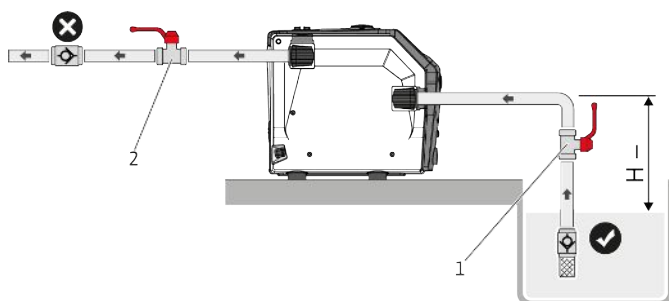
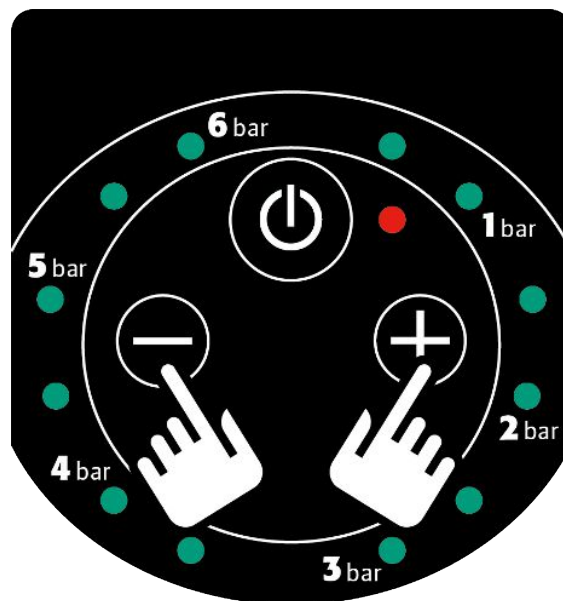

Fig. 8: Szívási üzemmód
Fig. 11: + és - kezelőgomb
- Ha a terméket terhelési üzemmódban (Fig. 8) telepítették, nyomja meg 1-szer a be/ki kezelőgombot (Fig. 11).
- Nyomja meg a „Be/Ki” kezelőgombot a kezelőfelületen (Fig. 11).